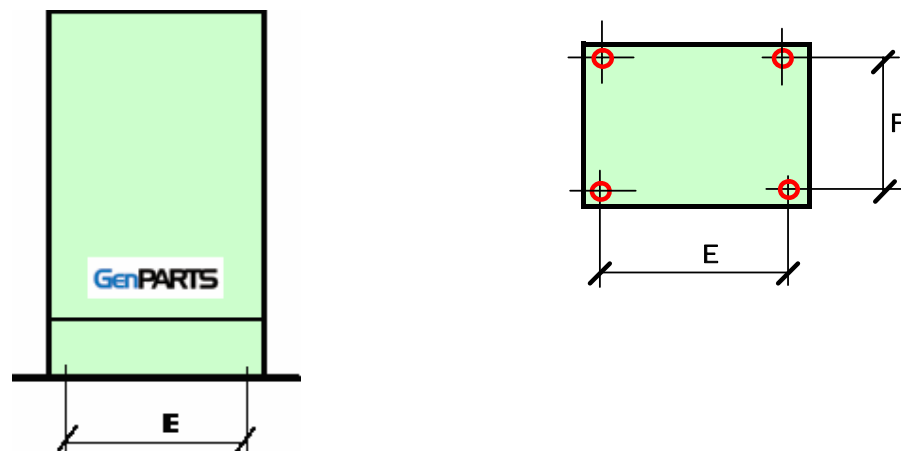

figure 2
- armoire posée au sol équipée d'un socle hauteur 200mm (figure 2).